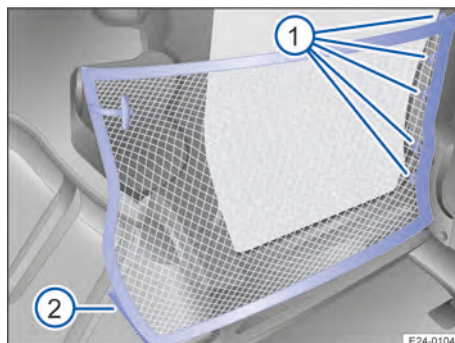

Fig. 155 Filet de retenue accroché
3. Accrochez les cinq œillets de retenue des fixations de l'armature de siège → fig. 155 ① à la cloison flexible.
4. Fixez la partie inférieure arrière du filet de retenue à la bande autoagrippante → fig. 155 ②.